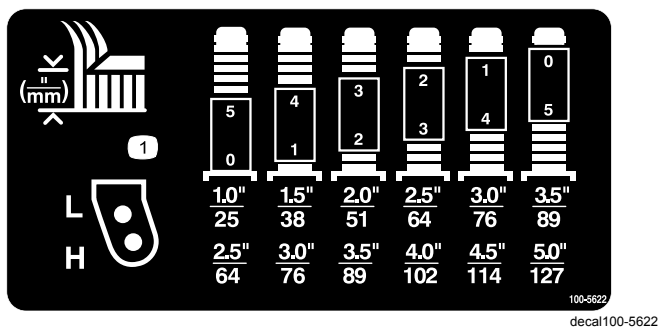
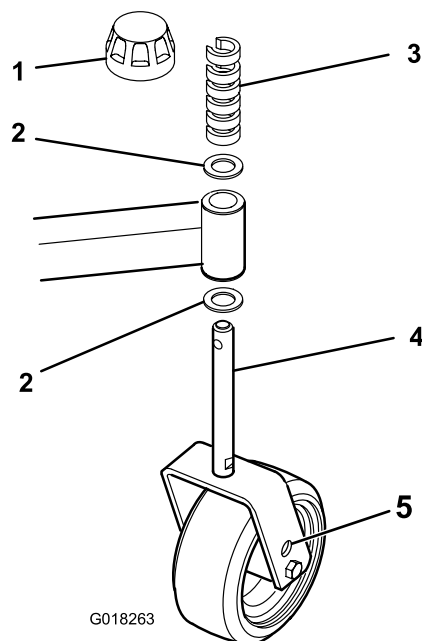

図 8
図 9
2. キャスタホイールのアクスルをキャストフォークの上穴または下穴にセット。全部のキャストフォークで同じ穴に統一する。セッティング用の穴の選択については図 7、図 8 および図 9 を参照のこと。
刈高と、必要なシムの組み合わせとの関係は図 8 にて確認してください
1. スピンドルシャフトからテンショニングキャップを外す図 9。